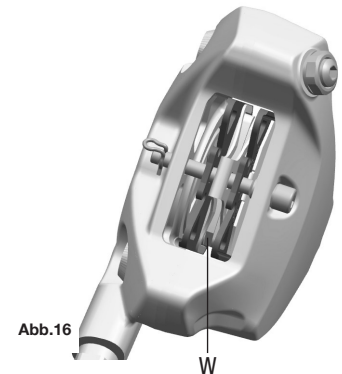

Abb.16
- Übermäßiger Verschleiß der Bremsbeläge (da die Verschleißanzeige auf einem oder mehreren Bremsbelägen nicht mehr sichtbar ist) (W - Abb.16)